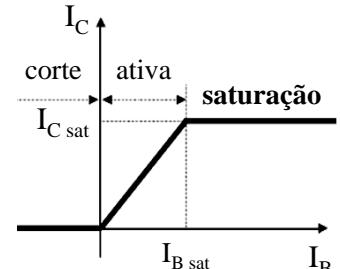

Figura 2.76 – O transistor como chave (SANTOS, 2012).
A polarização do transistor pnp é o oposto do npn (lógica negativa), mas o padrão de determinação dos parâmetros é o mesmo. Na Figura 2.76 nota-se a inversão no sentido de circulação das correntes.
*Operando na região de saturação e de corte, o TJB é um elemento de controle ON-OFF (liga-desliga), conduzindo corrente ou não (MARQUES, JÚNIOR e CRUZ, 1996). Quando saturado o TJB conduz uma corrente máxima (veja a Figura 2.76), especificada em catálogo como corrente máxima de coletor.*